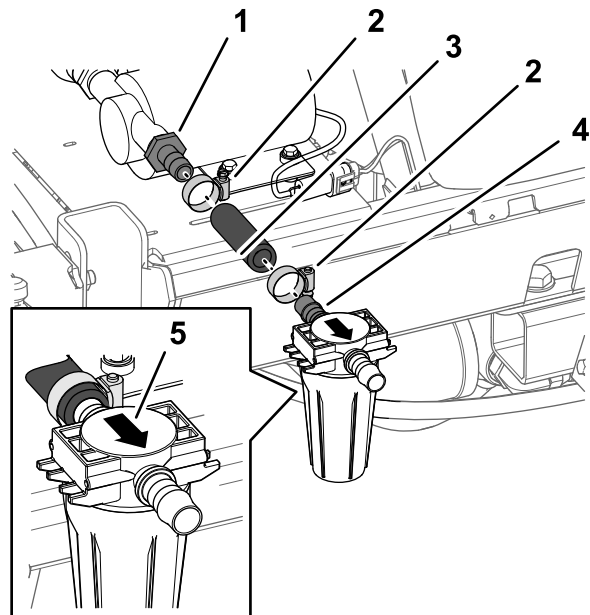
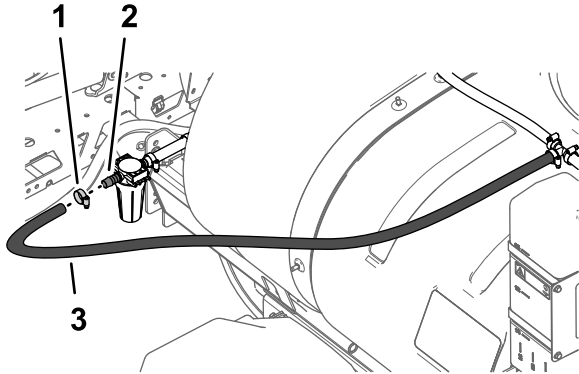

Bild 29
Bild 30
2. Montieren Sie den Schlauch (17,8 cm), den Sie in **Schneiden des Schlauchs (Seite 5)** abgeschnitten haben, mit einer Schlauchklemme am geraden, gezahnten Anschlussstück außen an der Spülbehälterpumpe außen und ziehen Sie die Klemme mit der Hand an (Bild 29).
3. Montieren Sie das gerade, gezahnte Anschlussstück am Zulauf des Filterkopfs (Filter) mit einer Schlauchklemme lose am Schlauch (17,8 cm) (Bild 29).
- Montieren Sie das freie Ende des Schlauchs (1,9 cm x 180 cm) mit einer Schlauchklemme am geraden, gezahnten Anschlussstück am Auslauf des Filterkopfs (**Bild 30**).
- Passen Sie die Stellung des Filterkopfs so an, dass die Schale des Filters vertikal ist, und ziehen Sie die zwei Schlauchklemmen mit der Hand an (**Bild 29** und **Bild 30**).